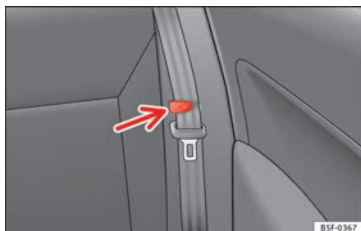

Bild 149 Klämma som stöd för säkerhetsbältet
- Placera säkerhetsbältena på sidorna i klämman » **bild 149**.